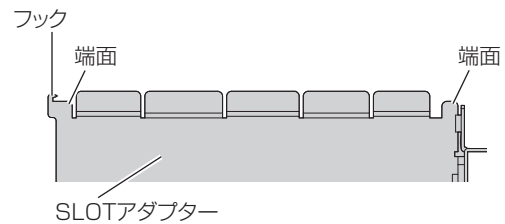

図2
2) ファンクションボードを SLOT アダプターに取り付ける (図 2)